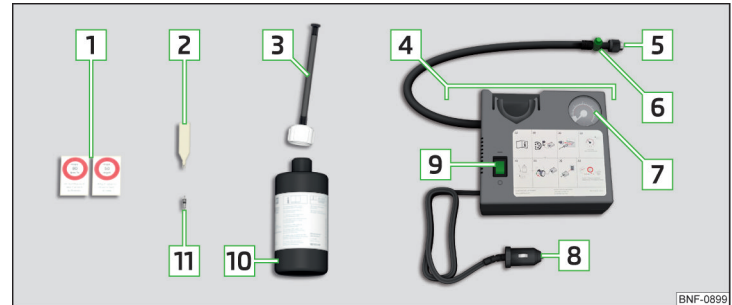

Fig. 345 Description du kit de réparation
- Placez l'extracteur de valve  » fig. 345 à la page 311 sur l'élément de valve, de manière à ce que l'élément de valve entre dans la fente de l'extracteur de valve.
- Vissez fermement le flexible de gonflage des pneus  » fig. 345 à la page 311 sur la valve du pneu.